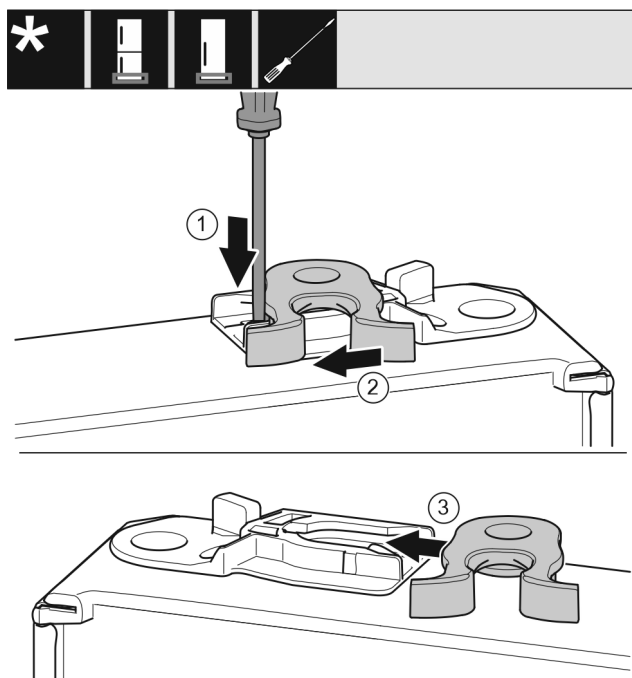

Fig. 51 *
- Plochým šroubovákem přitlačte lamelu Fig. 51 (1) dolů.*
- Vytáhněte petlici Fig. 51 (2) z vedení.*
- Petlici Fig. 51 (3) zasuňte do vedení na druhé straně.*